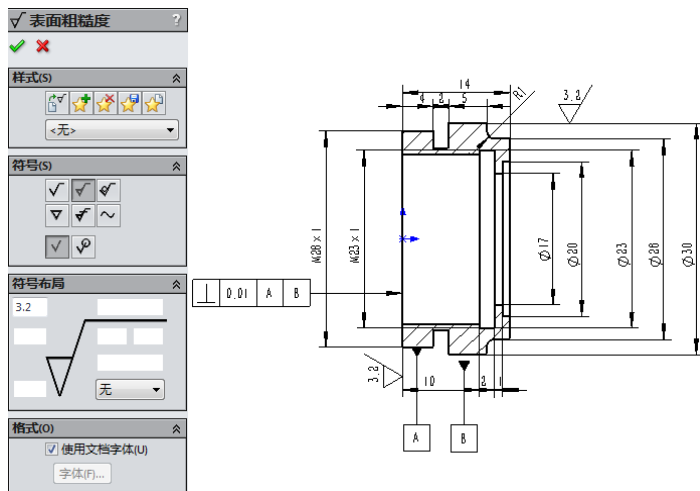

图 8-72 标注表面粗糙度符号图示
**03** 标注符号。选取要标注表面粗糙度符号的实体边缘位置单击，确认，如图 8-72 所示。